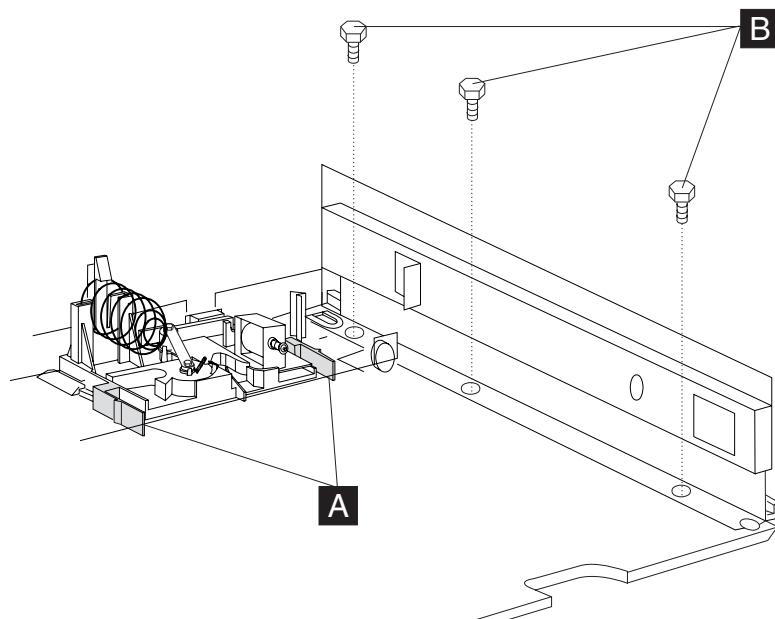

图 49. 卸下并更换滑板组合件
4. 卸下将滑板固定到底座的三个螺丝 **B**。取出滑板组合件 **A**。请参阅图 49。